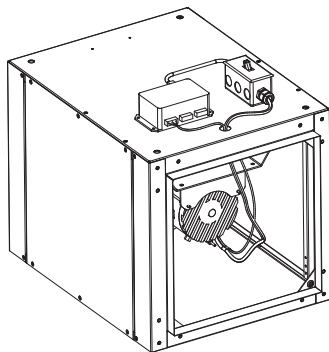

Figure 3
1. Voir la Figure 3, le capot du moteur est retiré pour plus de clarté. Attacher le transformateur directement sur l'extérieur de l'appareil avec les quatre vis n° 10 x 1/2 fournies.